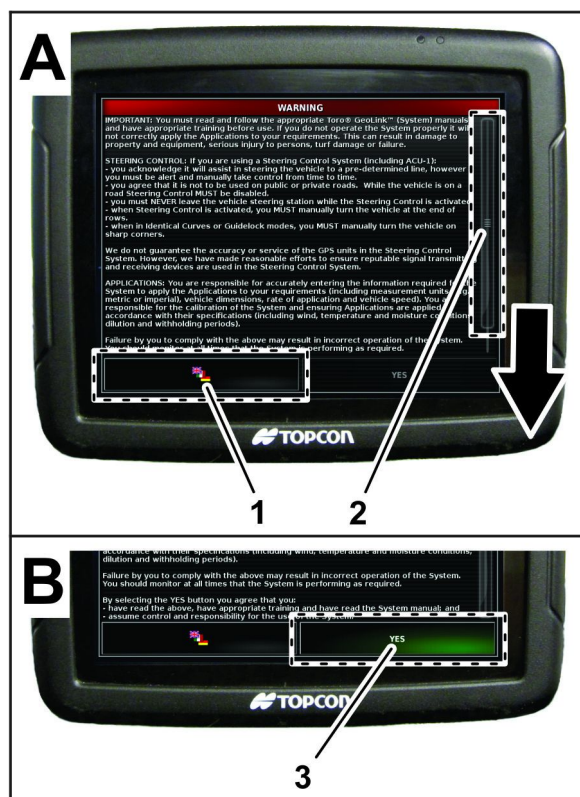

Figure 14
1. Vous pouvez appuyer sur l'icône Sélection de langue pour choisir une langue différente pour l'affichage X25 (Figure 14).
3. Lisez le contrat de licence de l'utilisateur final (EULA) (Figure 14).
Utilisez la barre de défilement pour naviguer jusqu'au bas de l'écran. L'icône Oui devient verte (Figure 14).
- Appuyez sur l'icône Oui pour retourner à l'écran d'accueil (Figure 14).